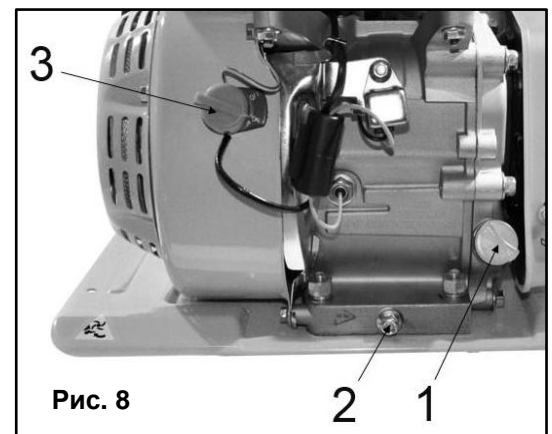

Рис. 8
1. Открутите крышку-щуп маслосливной горловины (1)(См. Рис.8).
4. Вставить и закрутить на место крышку-щуп маслосливной горловины. (1)(См. Рис. 8).